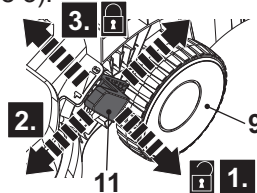

Fig. 14
1. Tirez le levier (11) vers la roue arrière (9) (Fig. 14, étape 1).
2. Déplacez-le en avant ou en arrière pour régler la hauteur de coupe (Fig. 14, étape 2).
3. Relâchez le levier (11) et veillez à ce qu'il s'engage correctement dans son logement (Fig. 14, étape 3).